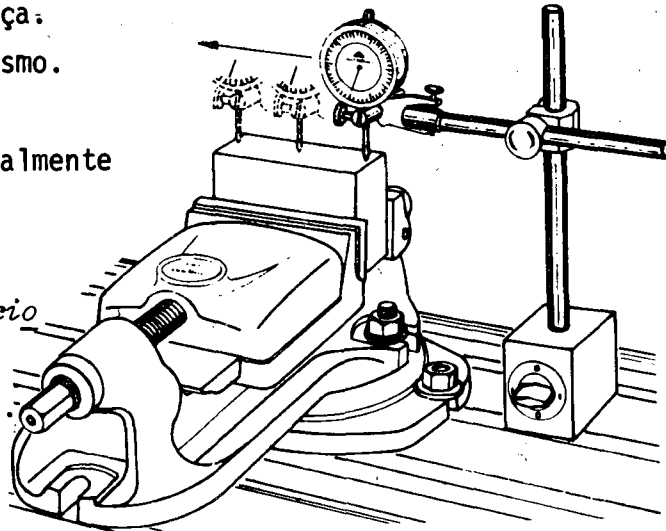

Fig. 3
- a *Acerte o paralelismo (fig. 3).*